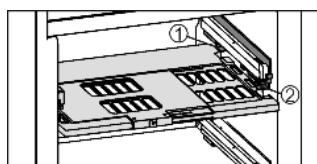

Fig. 15
- ▶ Установка пластины регулировки влажности: попечные ребра крышки на пластине вставить через низ в задний держатель Fig. 15 (1) и защелкнуть спереди на держателе Fig. 15 (2).